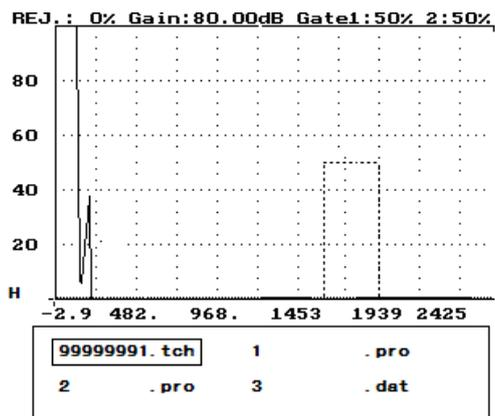

图 27-2
1 1、按进入键——进入文件发送功能，屏幕上将显示出所有存储在仪器内的各种文件名，并且在第一个文件名编号上有一“□”光标，如图 27-2 所示。
- 1 4、 按进入键——进入文件发送功能，屏幕上将显示出所有存储在仪器内的各种文件名，并且在第一个文件名编号上有一“□”，如图 27-2 所示。
- 1 5、 A、①、按方向键——可移动“□”光标对所列出的文件名进行选择。
②、按小数点键——在选择好要发送的文件名编号前作上“*”光标（重复按小数点键，可取消“*”光标）。
14、 按 Enter 键——进入文件发送功能，屏幕上将显示出所有存储在仪器内的各种文件名，并且在第一个文件名编号上有一“□”光标，如图 27-2 所示。
15、 A、①、按↑、↓、←、→方向键——可移动“□”光标对所列出的文件名进行选择。
②、按.键——在选择好要发送的文件名编号前作上“*”光标（重复按小数点键，可取消“*”光标）。